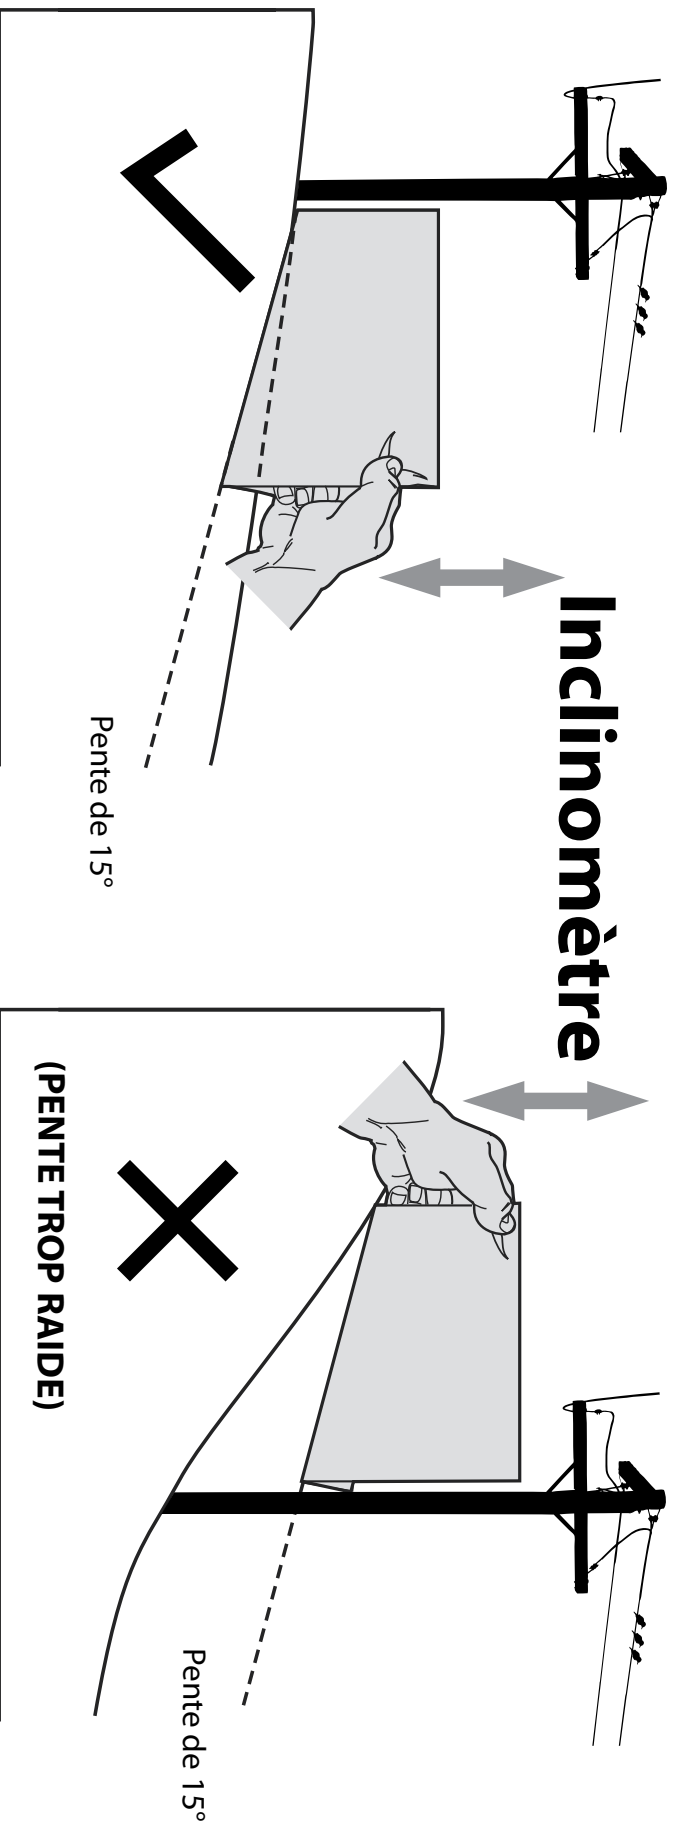

Figure 1
3. Alignez un côté de l'inclinomètre avec l'objet (voir Figure 1 et Figure 2).
4. Réglez l'inclinomètre vers le haut ou vers le bas jusqu'à ce que le coin gauche touche la pente (voir Figure 1 et Figure 2).